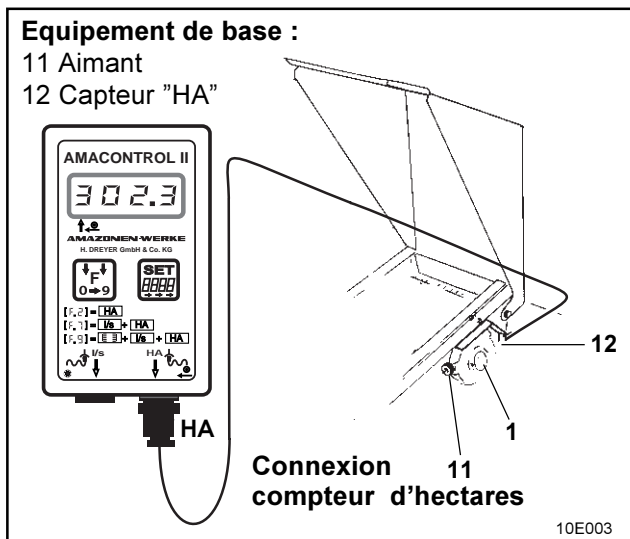

Fig. 2.2
La figure 2.2 indique les emplacements de fixation du capteur et des aimants sur l'arbre d'entrée du boîtier de vitesses (1).